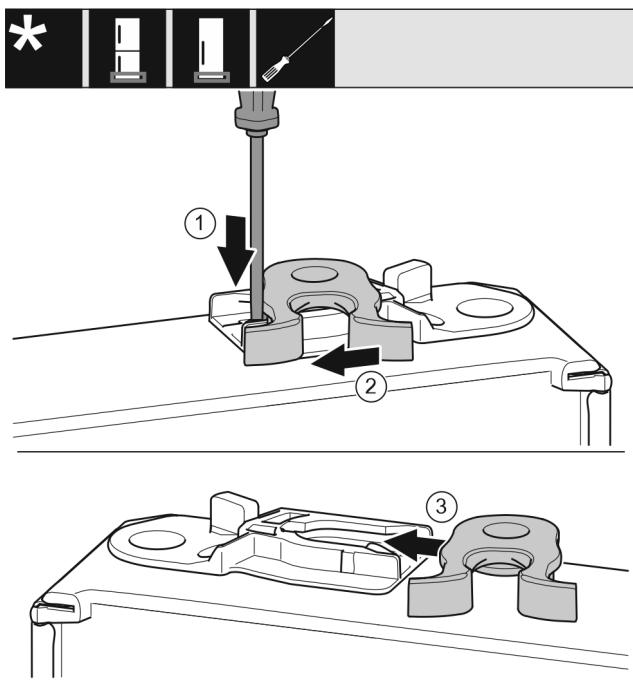

Fig. 18
- Ravnim odvijačem pritisnite jezičac prema dolje. Fig. 18 (1)
- Izvucite kuku za zatvaranje iz vodilice. Fig. 18 (2)
- Gurnite kuku za zatvaranje na drugoj strani u vodilicu. Fig. 18 (3)